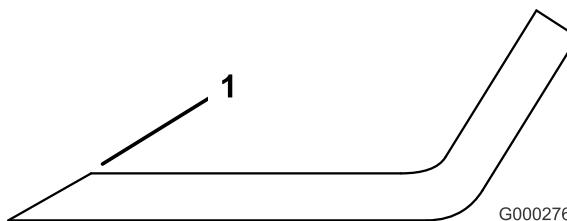

Figura 83
3. Inspeccione los filos de todas las cuchillas. Afílelos si están romos o tienen mellas. Afíle únicamente la parte superior del filo y mantenga el ángulo de corte original para asegurar un filo correcto (Figura 83). La cuchilla permanecerá equilibrada si se retira la misma cantidad de metal de ambos bordes de corte.